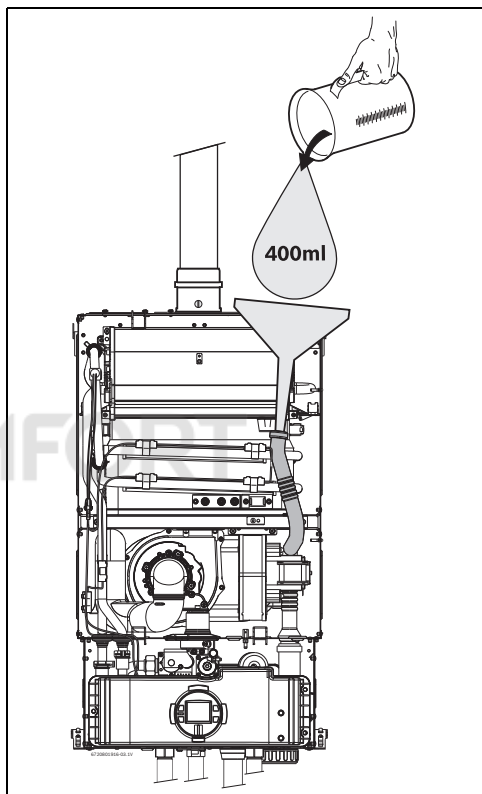

Рис. 34 Заполнение устройства для сбора конденсата после установки
- Заполните устройство для сбора конденсата, налив примерно 14 унций (400 мл) воды в верхнюю часть дренажной трубки. Во избежание повреждения прибора используйте воронку, см. Рис. 34 .